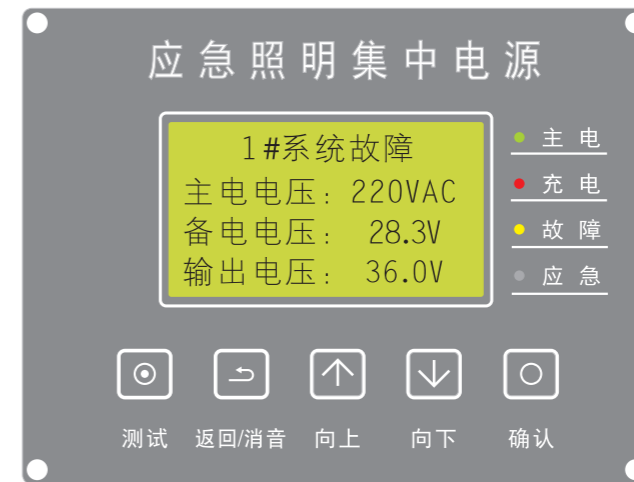

图10
(5)、系统故障：当系统出现故障时，显示屏显示【N#系统故障】并有故障声提示，故障指示灯点亮，按【向下】键或查询【故障信息】均可显示故障详情，如图10所示；将故障排除后，系统自动恢复至正常状态。